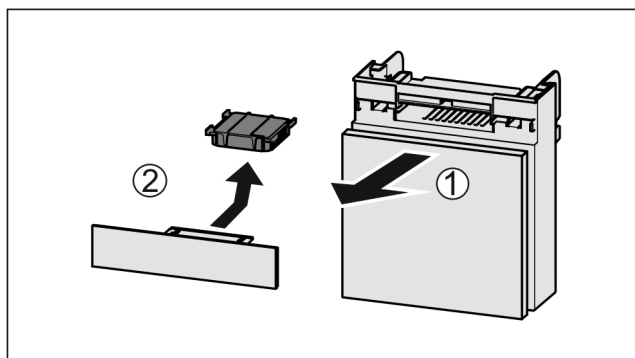

Fig. 225
- ▶ Extraire le compartiment par l'avant Fig. 225 (1).
- ▶ Sortir le filtre à charbon actif Fig. 225 (2).